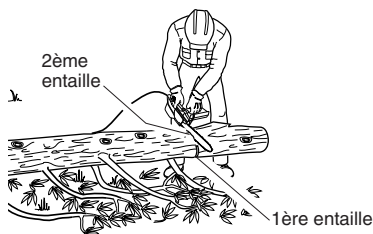

Figure 15 - Tronçonnage d'une bille soutenue à une extrémité
1. Faire la première entaille sur le dessous de la bille. (Voir la Figure 15.) Pour ce faire, utiliser le haut de la guide-chaîne. Scier sur le tiers du diamètre de la bille. Cette entaille permet d'éviter la production d'éclats de bois.